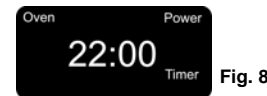

Fig. 8
3. Appuyez sur le bouton Minuterie, puis sur Augmentation/Diminution pour régler la température désirée. (Fig. 8)